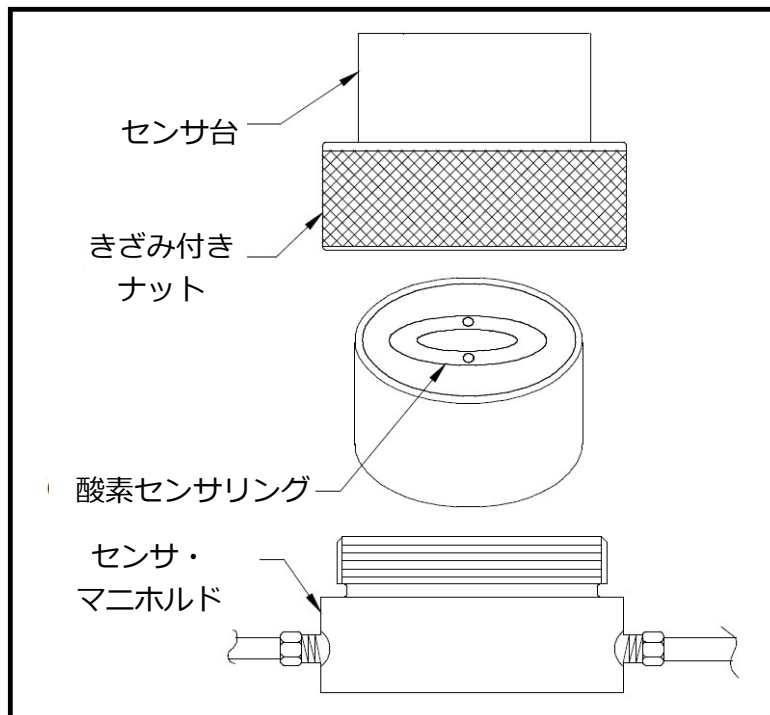

図6：酸素センサの設置
oxy.IQに新しい、または交換用の酸素センサを取り付けるためには、下図6を参照し、以下の手順を完了してください。
6. センサの向きを整え、センサ台でセンサの金めっき電極がばね押し接点のピンに向き合っている状態にします（10ページの図6参照）。oxy.IQ電子モジュールの下部にあるセンサ台の中に、酸素センサをしっかりと押し込みます。